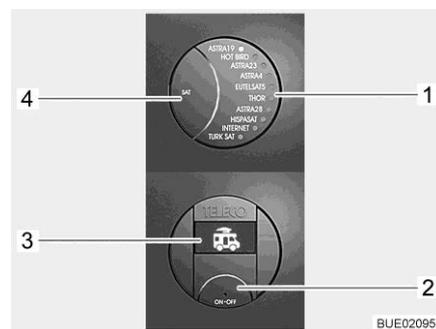

Fig. 53 Panneau de commande (TeleSat)
- Appuyer sur la touche Marche/Arrêt (Fig. 53,2). L'indicateur DEL du satellite choisi (Fig. 53,1) et l'éclairage d'arrière-plan des touches sont allumés. À l'écran (Fig. 53,3) apparaît le symbole du véhicule avec antenne rentrée.
- Appuyer de nouveau sur la touche Marche/Arrêt (Fig. 53,2). Le système de réception est en fonction. Quand l'antenne était rentrée, elle sort maintenant en position de fonctionnement. Attendre quelques secondes quand la DEL du satellite désiré (Fig. 53,1) clignote déjà. L'antenne s'oriente automatiquement sur ce satellite (la dernière position du satellite est enregistrée après la mise hors tension). Quand le système de réception a trouvé le satellite, la DEL (Fig. 53,1) reste allumée et "SAT OK" est affiché à l'écran (Fig. 53,3).
- Appuyer sur la touche SAT (Fig. 53,4) jusqu'à ce que la DEL (Fig. 53,1) indique le satellite désiré. L'antenne s'oriente automatiquement sur ce satellite. Quand le système de réception a trouvé le satellite, la DEL (Fig. 53,1) reste allumée et "SAT OK" est affiché à l'écran (Fig. 53,3).
- Appuyer sur la touche Marche/Arrêt (Fig. 53,2). L'indicateur DEL du satellite choisi (Fig. 53,1) et l'éclairage d'arrière-plan des touches sont allumés. Le satellite actuellement choisi est indiqué à l'écran (Fig. 53,3).
- Appuyer de nouveau sur la touche Marche/Arrêt (Fig. 53,2). L'antenne rentre. Le symbole du véhicule avec antenne rentrée est visualisé à l'écran quand l'antenne est entièrement rentrée. Le système de réception passe dans le mode de veille au bout de quelques secondes.